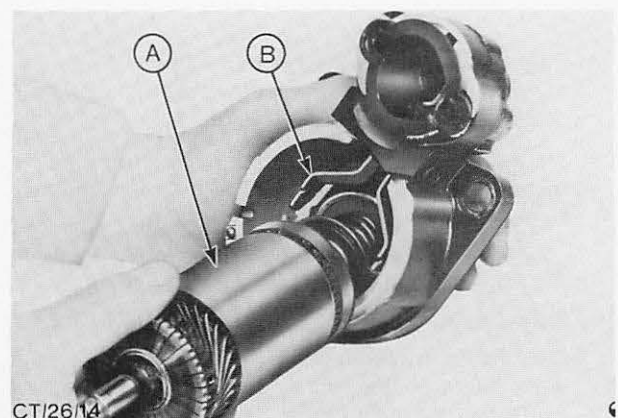

Abb. 34 Anker beim Herausführen aus dem Antriebslagerschild von der Einrückgabel aushängen
5. Anker aus dem Antriebslagerschild herausziehen und gleichzeitig Einrückgabel vom Ritzelantrieb aushängen, Abb. 34.